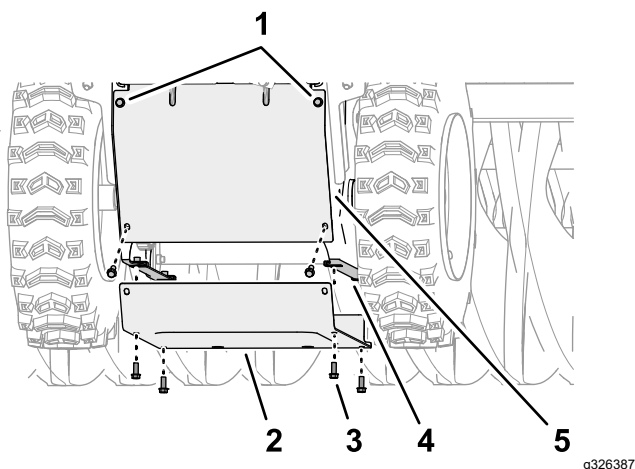

Figura 51
4. Nella parte inferiore della macchina, allineate i fori presenti nel coperchio inferiore con i fori presenti nelle flange delle piastre laterali destra e sinistra (Figura 51).
- Montate il coperchio inferiore alla macchina (Figura 51) con le 6 viti a testa cilindrica con flangia (1/4" x 5/8").
- Serrate le 2 viti a testa cilindrica con flangia superiori (1/4" x 5/8") che fissano il coperchio posteriore alla macchina (Figura 51).